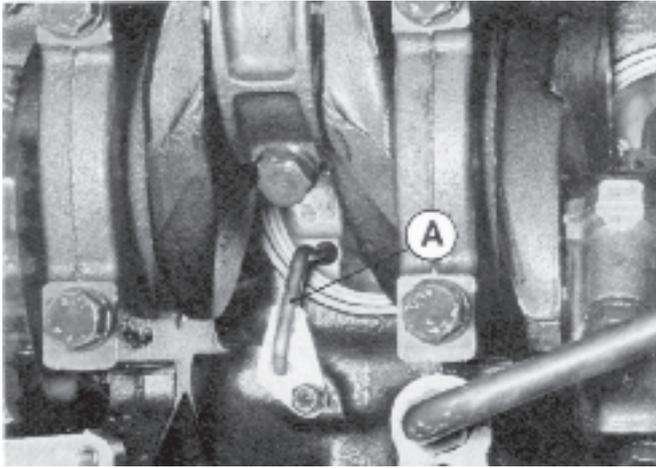

Fig. 63. Gicleur pour refroidissement de pistons (A)
5. **TD70, TID70, TAMD70** : faire tourner le vilebrequin et vérifier que les gicleurs sont bien tournés contre le canal d'huile dans le piston respectif lorsque le piston est au point mort bas (figure 63).